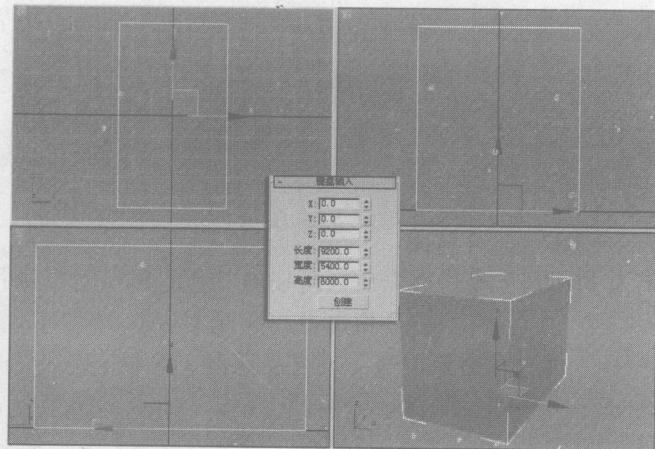

图 1-7 创建长方体
- ③ 在“键盘输入”卷展栏内的“长度”参数栏内键入 9200，在“宽度”参数栏内键入 5400，在“高度”参数栏内键入 6000，单击“创建”按钮，在视图中会出现如图 1-7 所示的长方体。